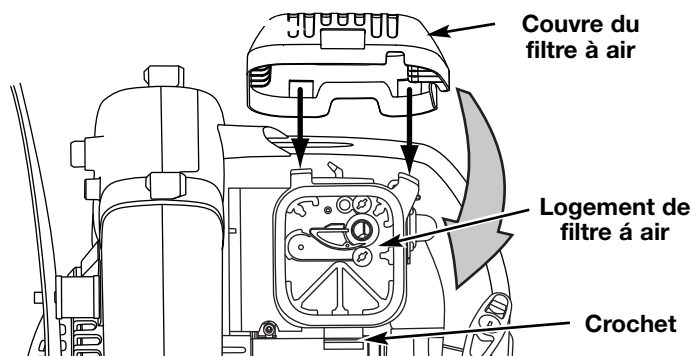

Fig. 28
- Pivotez le couvercle vers la droite jusqu'à ce que la languette du couvercle du filtre s'enfonce d'un déclic dans la fente sur le côté droit du boîtier du filtre (Fig. 28).